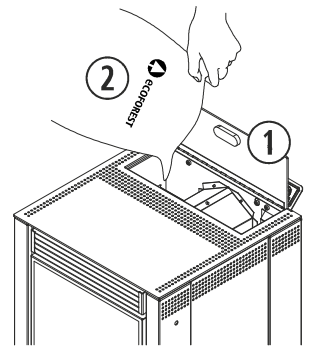
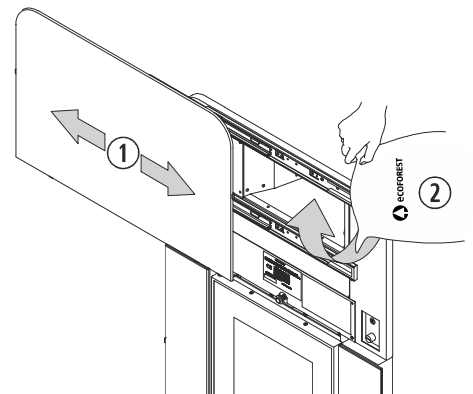

Figura 1
Figura 2
- 2.12. Per caricare combustibile nella stufa, dobbiamo aprire il coperchio della tramoggia e svuotare accuratamente il sacco di combustibile per evitare che la tramoggia sia troppo piena, vedi figura 1 (Dubai). Sul modello Kiev Insert (figura 2) scorrere verso sinistra la porta che conduce alla tramoggia, per portare il carico. Si consiglia